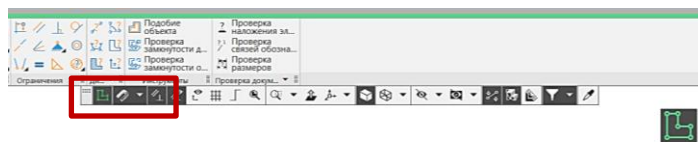

Рис. 5 Режим «Эскиз»
- **Плоскость XY – Создать эскиз (рис. 5).**